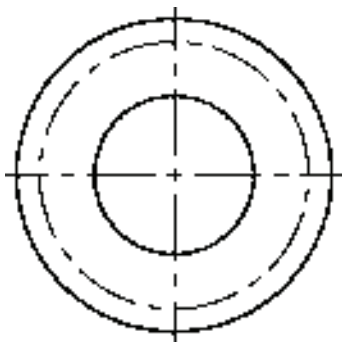

图 4-38 绘制同心圆
(3) 绘制同心圆 将当前图层设置为“粗实线层”图层。单击“绘图”工具栏中的“圆”按钮，捕捉中心线交点为圆心，绘制直径为“150”“76”的同心圆。绘制结果如图 4-38 所示。